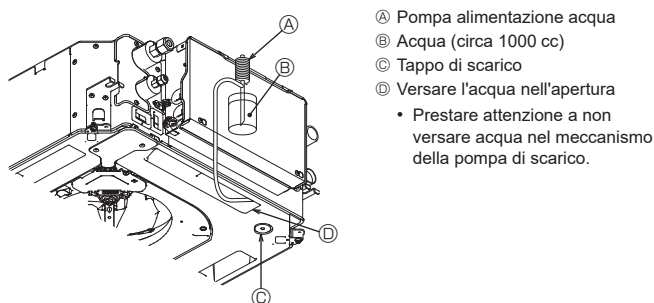

Fig. 8-6
8.4. Controllo del drenaggio (Fig. 8-6)